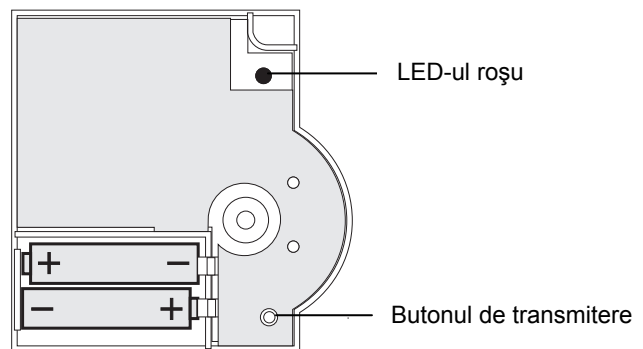

Fig. 13: Polaritatea bateriei și butonul de transmite
- ▶ Introduceți bateriile AA incluse respectând polaritatea (vezi Fig. 13).
- ▶ Introduceți bateriile în compartiment respectând polaritatea (vezi Fig. 13, Pagina 48).